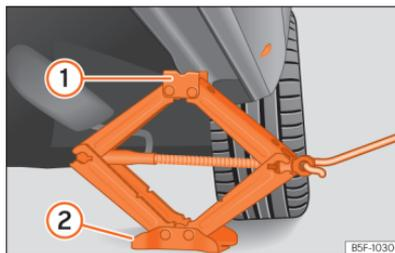

Fig. 249 Longarina: colocação do macaco do veículo.
- Rode a manivela do macaco, colocado por baixo do ponto de apoio da longarina, para levantá-lo até que o ressalto ① » » » Fig. 249 se encontre por baixo do alojamento previsto.
- Alinhe o macaco de forma a que a patilha ① «encaixe» no alojamento previsto da longarina e que a placa base móvel ② fique apoiada no chão. A placa base ② deve ficar colocada na vertical relativamente ao ponto de apoio ①.